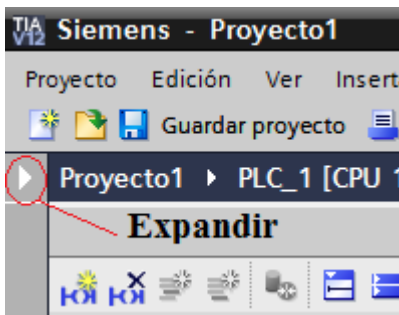

Figura 21. Expandir “Árbol de proyecto”.
21. De clic en “Guardar proyecto” y luego en la ventana de bloque de programa seleccione el icono de “Expandir” (Ver Figura 21), para ver el “Árbol de proyecto”.